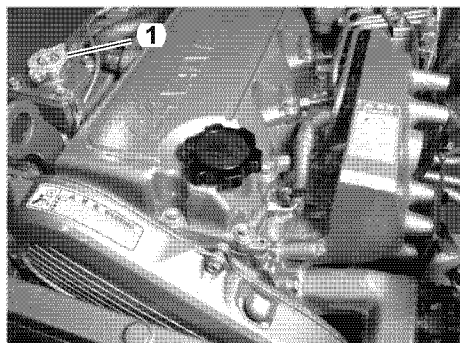

Figura 8
2. Afloje el tapón de llenado del depósito de refrigerante para reducir la presión y, a continuación, retire el tapón de llenado (1, **Figura 8**).